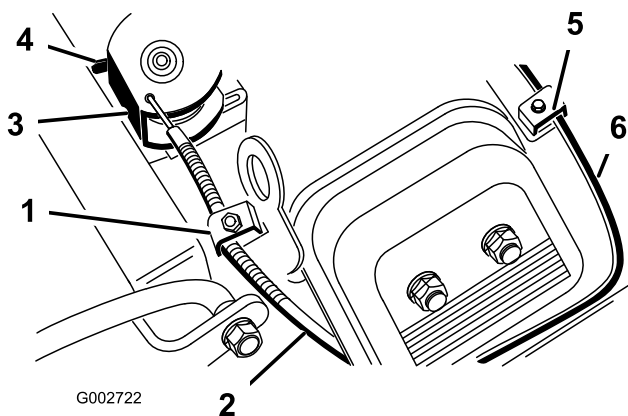

図 37
2. スロットル・ケーブルをエンジンに固定しているクランプのネジをゆるめる(図 37)。
4. スロットル・ケーブルを十分に引いて、スイベルの後部をストップに接触させる(図 37)。
4. チョーク・ケーブル(図 37)を十分に引いてチョークを完全に閉じ、その位置でクランプのネジを締める。